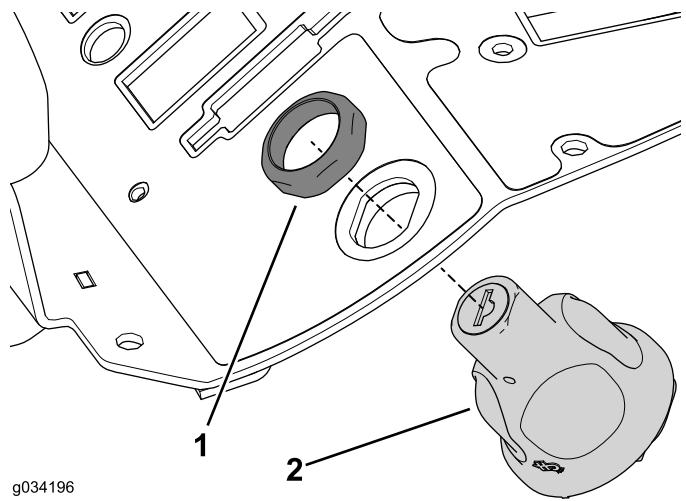

Figura 28
3. Utilizzate il dado di fissaggio rimosso in precedenza per fissare l'interruttore di accensione al gruppo consolle (Figura 28).